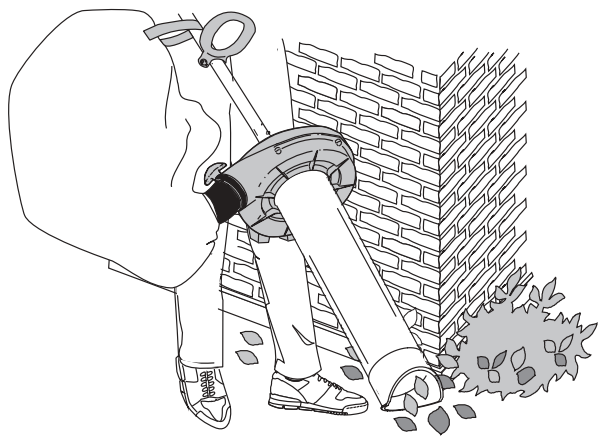

Fig. 8
1. Vous pouvez vous servir de l'aspirateur pour nettoyer autour des pierres, sous les arbustes et les arbres, le long des murs ou pour aspirer les tas de débris formés par la souffleur. (Fig. 8)